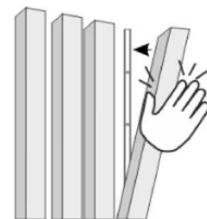

Рис.4
- 2.7 Закрепите рейки на монтажные планки. Монтажную планку начните крепить снизу, затем легкими ударами ладони постепенно защелкивая рейку по всей длине (рис.4).